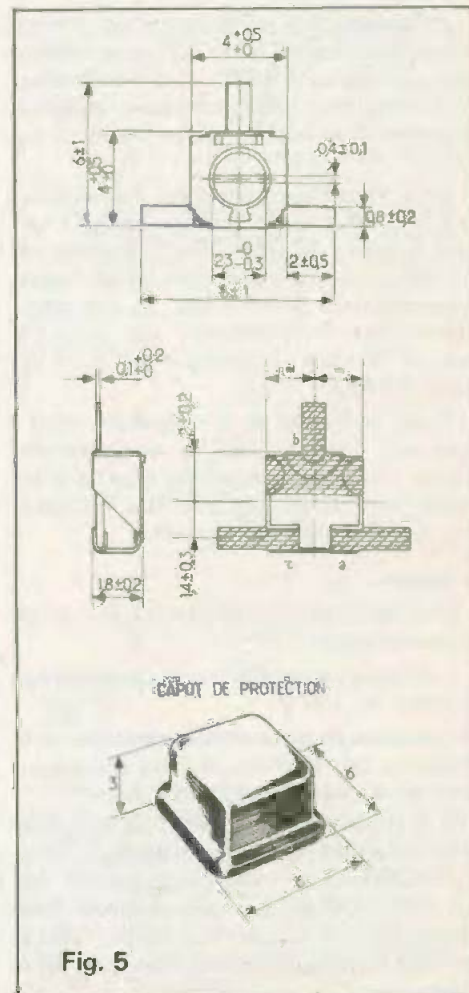
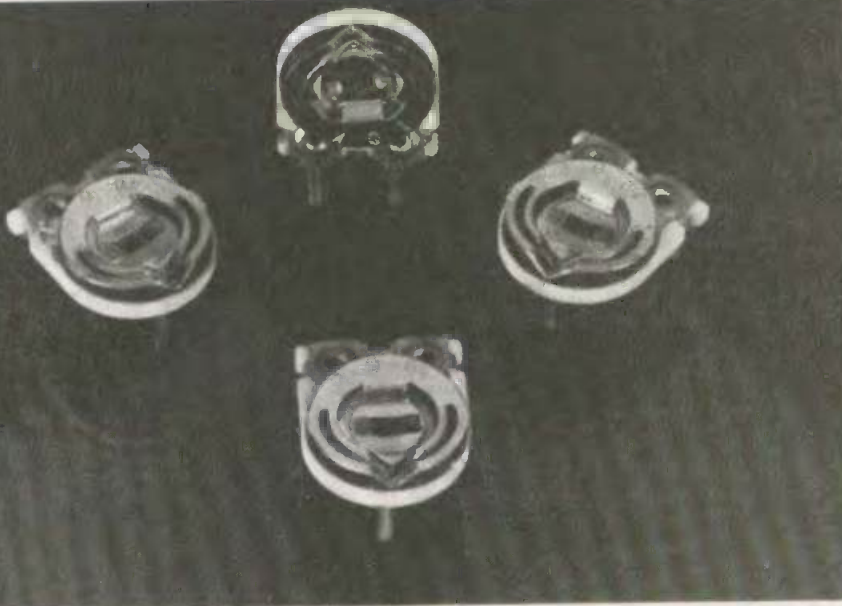

Fig. 5
Fig. 6
– **Modèles à un tour** : exemple : Sfernice T4 ultra-miniature, 0,15 W; carré de 4 mm de côté, épaisseur 1,8 mm, étudié pour être soudé sur des circuits hybrides, il supporte une température de soudure de 300 °C pendant 3"; muni d'un capot il peut être noyé dans un enrobage. Variation linéaire entre 10 Ω et 1 MΩ (fig. 5). Exemple : RTC Cermet PAM10 miniature 0,5 W, valeurs ohmiques 100 Ω à 4,7 MΩ. Loi linéaire. Tolérance ± 20%, coefficient de température : ± 50 · 10-6/°C. Nombre de manœuvres : 200 (fig. 6).